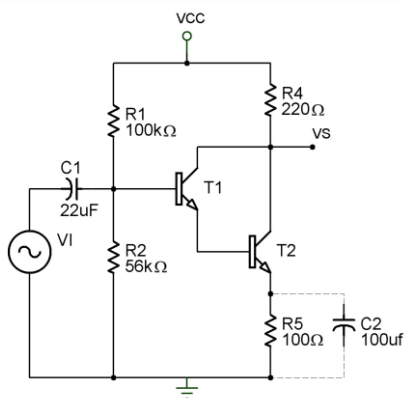

Figura 4.3
- Con V_i apagado arme el circuito de la Figura 4.3, después mida y anote los valores que se indican en la Tabla 4.3.